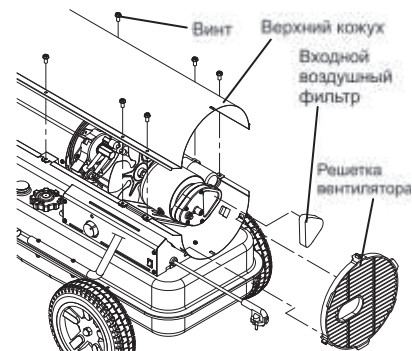

Рис. 10
Промыть в мыльном растворе и просушить после каждых 500 часов эксплуатации или при необходимости (Рис. 10).
- Снять верхний кожух (Рис. 10)
- Снять крыльчатку вентилятора (Рис. 10)
- Снять вентилятор (Рис. 10)